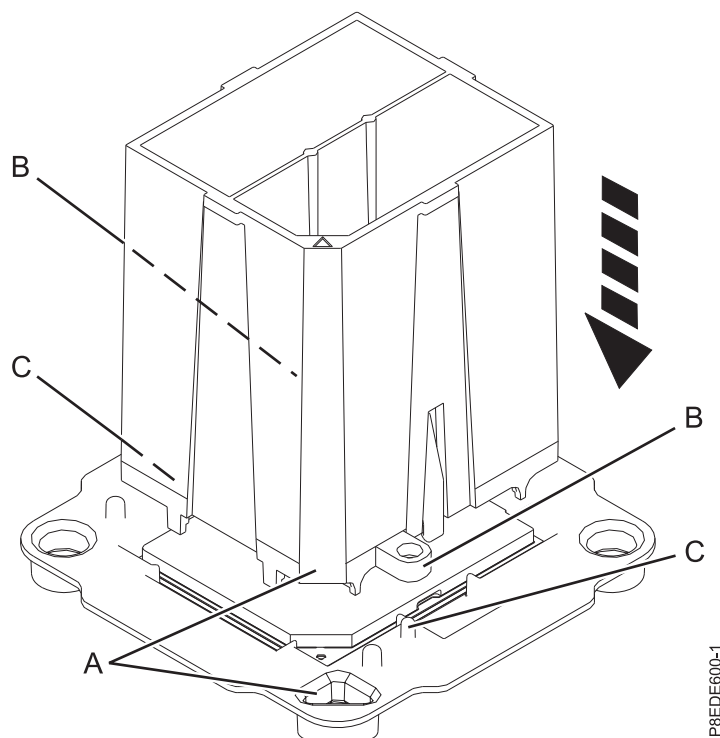

Figura 12. Abaixando a ferramenta de remoção no módulo de processador do sistema
3. Abaixe a ferramenta de remoção fornecida no módulo do processador do sistema na bandeja de remessa. O canto chanfrado (A) da ferramenta deve estar alinhado com o orifício em forma triangular na bandeja de remessa. Alinhe os orifícios (B) da ferramenta com os pinos (C) na bandeja. Consulte o Figura 12 na página 14.